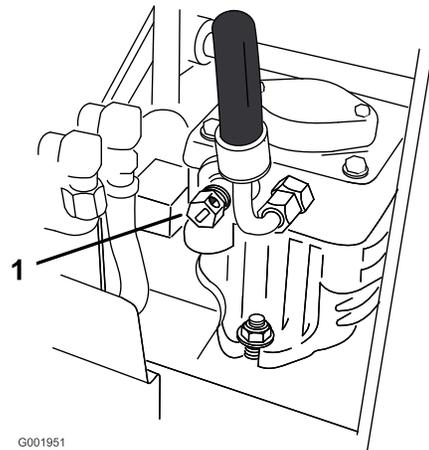

Bild 25
2. Drehen Sie das Sicherheitsventil an beiden Pumpen um eine oder zwei Umdrehungen nach rechts, um es zu öffnen. So kann Hydrauliköl an der Pumpe vorbei direkt zu den Rädern fließen, die sich daraufhin drehen können (Bild 25).